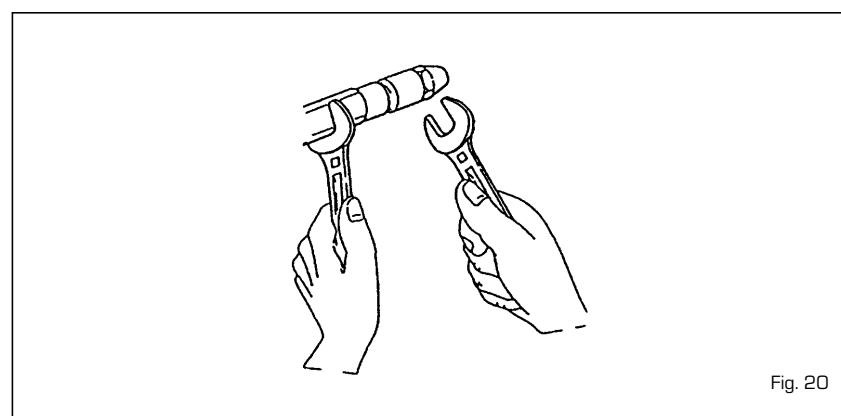

Fig. 20
4.5.3 Sostituzione ugello (fig. 20)
- Bloccare il porta spruzzo utilizzando una chiave n° 19 e svitare l'ugello con una chiave n° 16 (fig. 20).